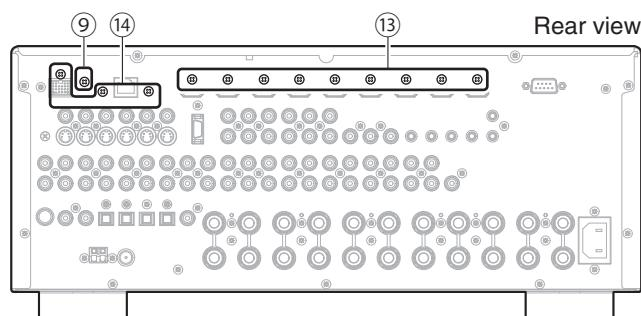

Fig. 3
- Remove screw (⑨). (Fig. 3)
- Remove 9 screws (⑬) and 3 screws (⑭). (Fig. 3)
- ⑨ のネジ 1 本を外します。 (Fig. 3)
- ⑬ のネジ 9 本、⑭ のネジ 3 本を外します。 (Fig. 3)